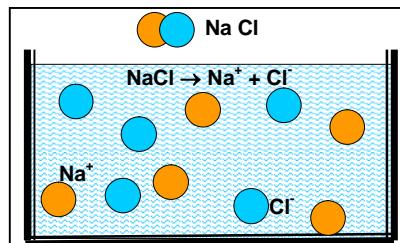

Рис. 121. Диссоциация поваренной соли  $\text{NaCl}$  и других веществ:
10. **Электролитическая диссоциация.** При растворении электролитов под влиянием электрического поля полярных молекул воды происходит распад молекул электролитов на ионы. Молекулы растворяемых веществ состоят из взаимосвязанных ионов противоположного знака (например,  $\text{Na}^+\text{Cl}^-$ ,  $\text{H}^+\text{Cl}^-$ ,  $\text{Cu}^{2+}\text{SO}_4^{2-}$  и т. д.). Силы притяжения между этими ионами обеспечивают целостность таких молекул. Но взаимодействие этих молекул с полярными молекулами растворителя, например воды, приводит к ослаблению взаимного притяжения противоположно заряженных ионов, *рис. 121*.